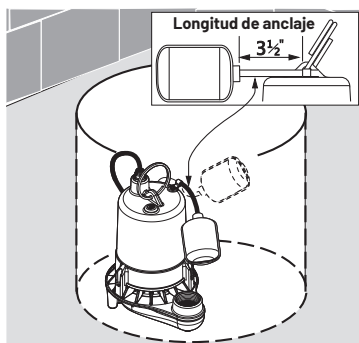

Figura 3
6. Coloque la bomba en el sumidero, asegurándose de que nada interfiera con la operación del interruptor. Para los modelos de interruptor anclado, la longitud del anclaje debe ser de 3-1/2" (Figura 3)